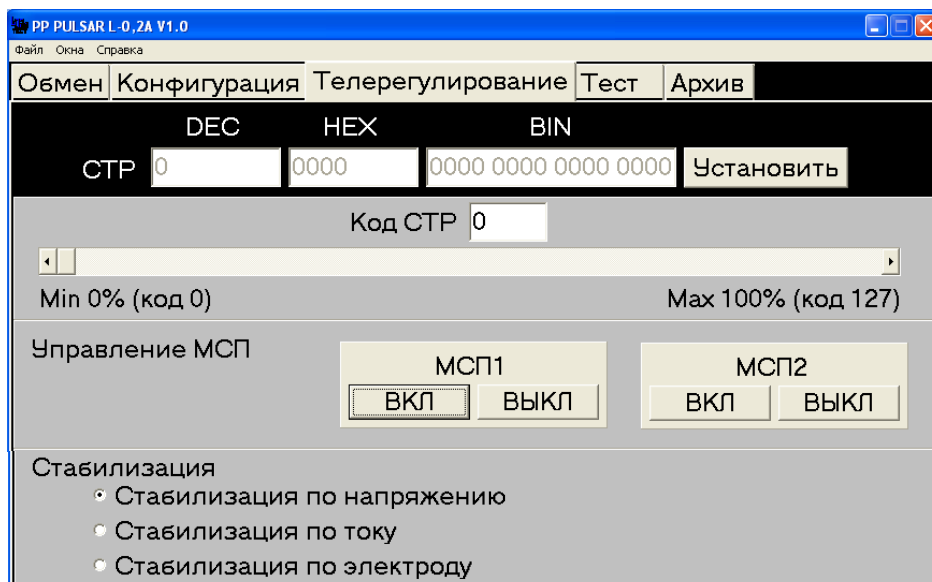

Рисунок 7
8. Нажать клавишу **Телерегулирование**. В открывшемся окне (см. рис. 7) установить в соответствии с методикой проверки: